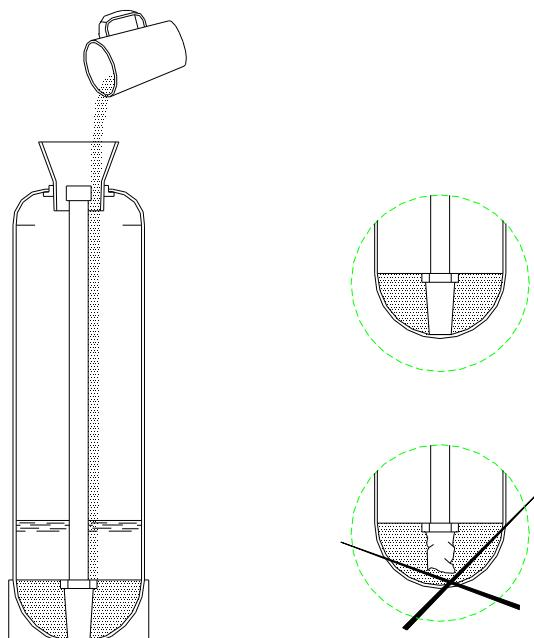

Рисунок 4 — Порядок загрузки фильтрующего материала в корпус фильтра
**ВНИМАНИЕ:** ПОСЛЕ ЗАГРУЗКИ ГРАВИЯ НИ В КОЕМ СЛУЧАЕ НЕ ВЫТАСКИВАТЬ ВЕРТИКАЛЬНЫЙ КОЛЛЕКТОР ИЗ КОРПУСА! Это может привести к поломке дренажного колпачка в результате попадания гравия в его посадочное место на дне корпуса (см. рисунок 4).